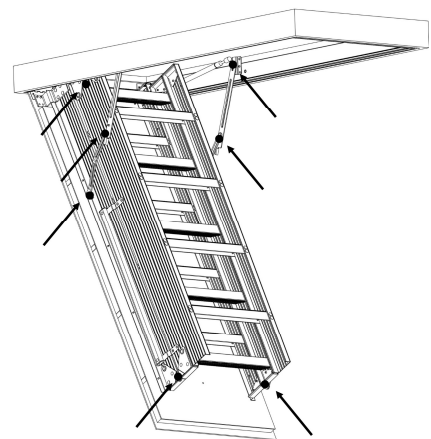

FIGURA 33 : PUNTOS DE LUBRICACIÓN
- 3.- Periódicamente lubrique (se recomienda usar silicona en aerosol) los puntos pivote del mecanismo del brazo derecho e izquierdo (ensamble de brazo de poder) y cada bisagra para proporcionar un funcionamiento suave y duradero. Siga las flechas en la **Figura 33**.